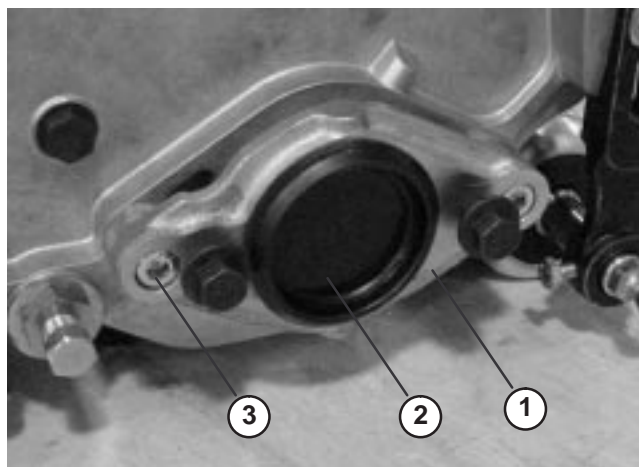

Bild 6
B. Nehmen Sie rechts am Mähwerk den Plastikstöpsel vom Lagergehäuse ab (Bild 6).
C. Nehmen Sie die beiden Inbusschrauben ab, mit denen die Motorbefestigung rechts am Mähwerk befestigt ist. Nehmen Sie die Motorbefestigung ab (Bild 6).
F. Montieren Sie die Motorbefestigung mit den zwei vorher abgenommenen Inbusschrauben links am Mähwerk (Bild 6). Ziehen Sie die Schrauben auf 16–20 Nm fest.